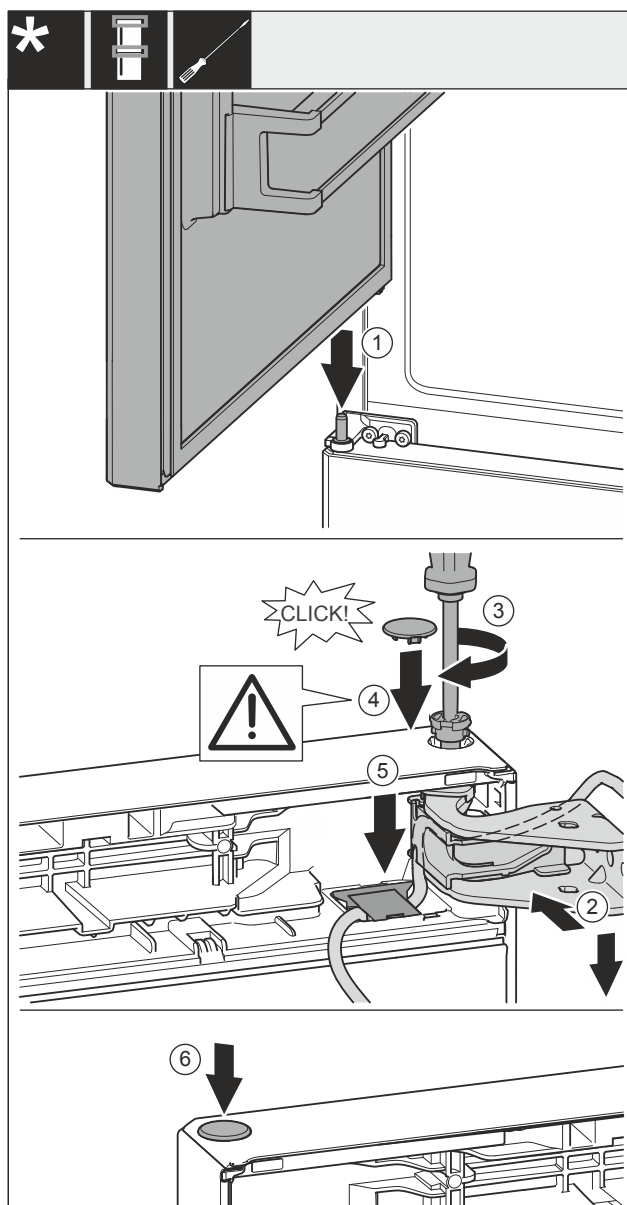

Fig. 60
- Horní dveře usadíte na prostředním ložiskovém čepu Fig. 60 (1).
- Dveře nahoře vyrovnejte s otvorem ve stojanu ložiska Fig. 60 (2).
- Vložte čep Fig. 60 (3) a pevně jej utáhněte šroubovákem.
- Nasadte kryt Fig. 60 (4).
- Zkontrolujte, zda kryt Fig. 60 (4) doléhá na dveře.
- Vložte kryt Fig. 60 (5) a zatlačte jej směrem dolů, dokud nezacvakne.
- Nasadte kryt Fig. 60 (6).